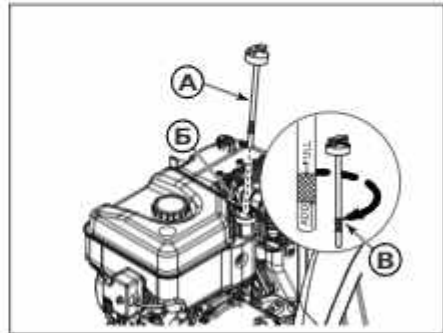

Рис. 32
7. Извлеките масляный щуп (рис. 32, поз. А).
8. Медленно влейте масло в трубку маслозаливной горловины двигателя (рис. 32, поз. Б). Информацию о емкости масляного картера см. в разделе Технические характеристики.
10. Когда уровень масла находится на верхней отметке индикатора заполнения (рис. 32, поз. В), вставьте и закрутите масляной щуп.